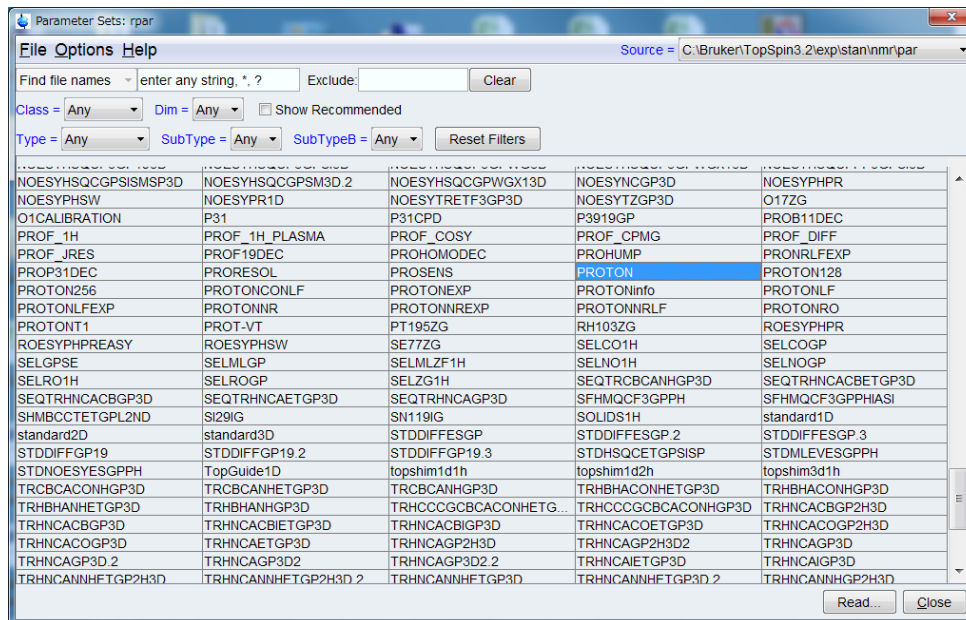

図 69. 実行時のパラメータの設定画面.
- ☞ 作成済みのデータセットにおいて **Read Pars.** もしくはコマンド **rpar** を使って「パラメーターセット」の読み込みを行ったとき (図 69) の画面で「パラメーターセット」を指定する)